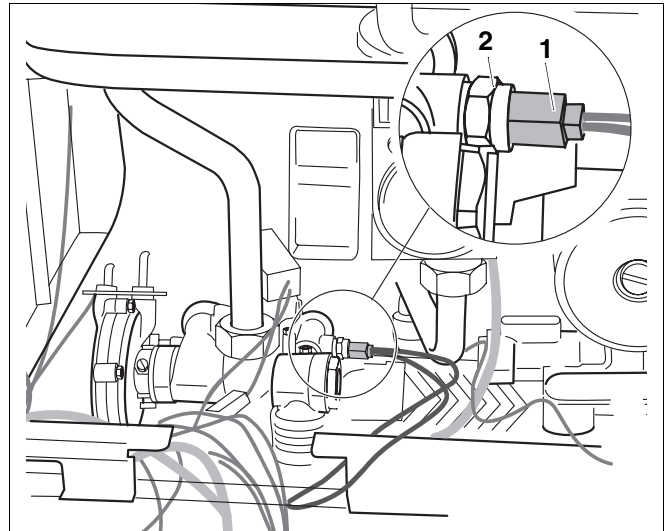

Fig. 30 Remplacer la sonde pour eau chaude sanitaire
- Débrancher le raccordement à fiche (fig. 30, pos. 1) de la sonde (fig. 30, pos. 2).
- Dévisser la sonde pour eau chaude sanitaire (fig. 30).